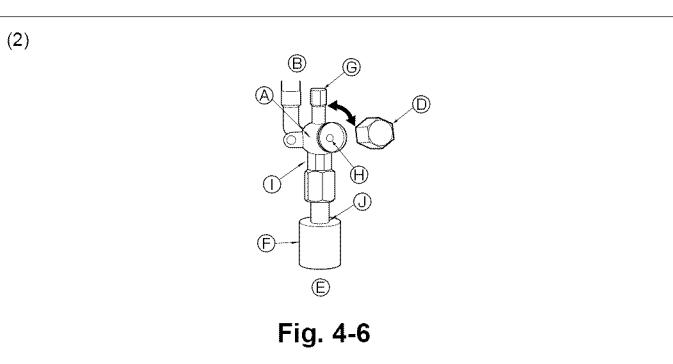

Fig. 4-6
- Côté liquide de A24-A42 et côté gaz/liquide de A12, A18 (Fig. 4-6)